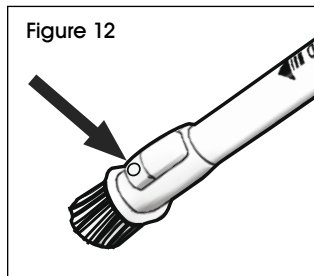

Figure 12
5. Pour enclencher la brosse à épousseter, appuyez sur le bouton gris foncé et faites glisser la brosse sur le suceur plat jusqu'à ce qu'elle se verrouille. Effectuez la procédure inverse pour la ranger. (Voir Figure 12)